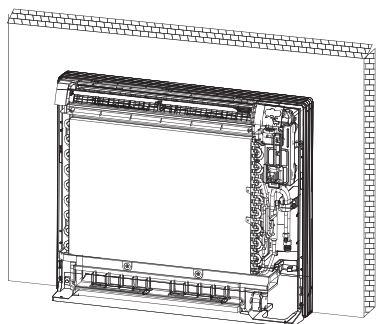

Fig.5-6
- Colgar la unidad interior en los soportes (ver Fig.5-6). (La parte inferior de la unidad puede descansar sobre el suelo o estar colgada, pero el cuerpo de la unidad debe estar instalado verticalmente).